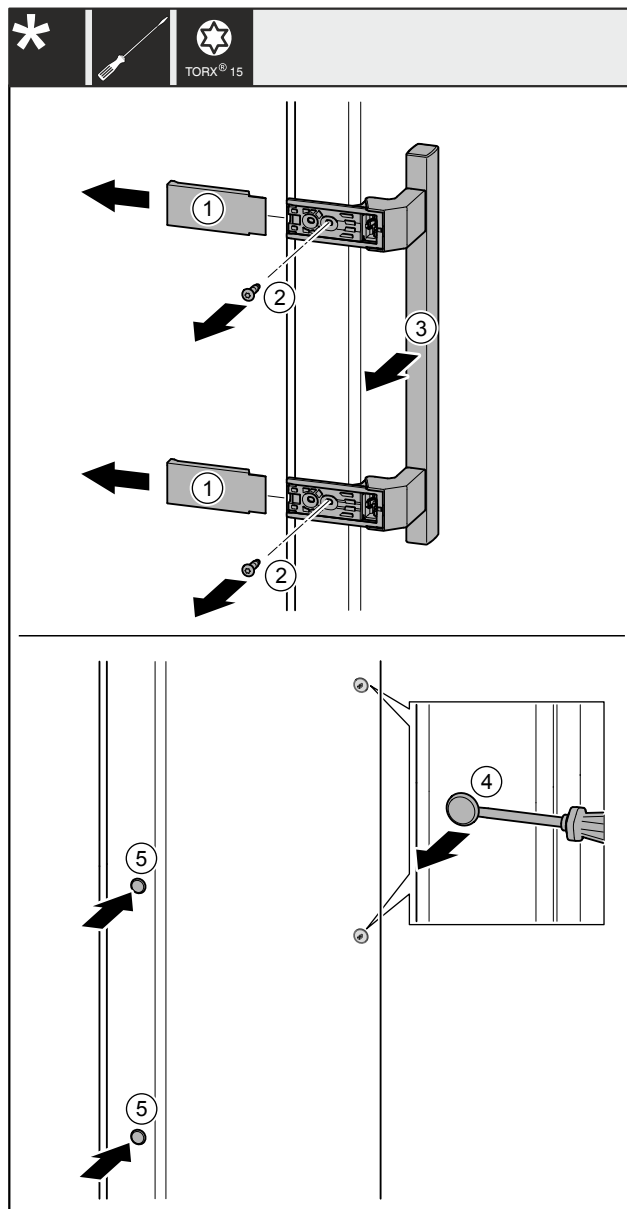

Fig. 40
- ▶ Zdjąć osłony Fig. 40 (1).
- ▶ Wykręcić śruby Fig. 40 (2) przy użyciu śrubokręta.
- ▶ Zdjąć uchwyt Fig. 40 (3).
- ▶ Podważyć ostrożnie boczną zatyczkę Fig. 40 (4) przy pomocy śrubokręta i wyjąć.
- ▶ Założyć zatyczkę Fig. 40 (5) ponownie z drugiej strony.